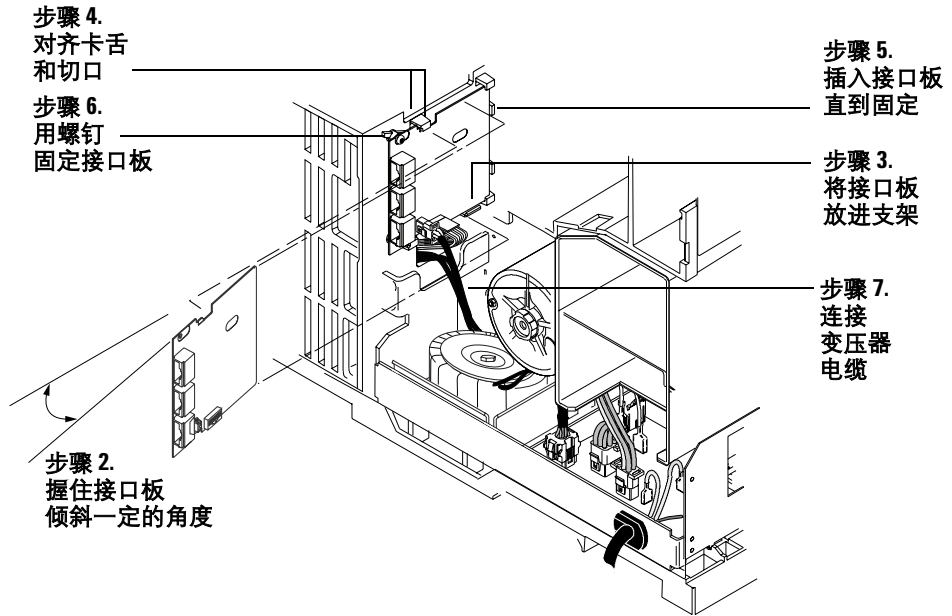
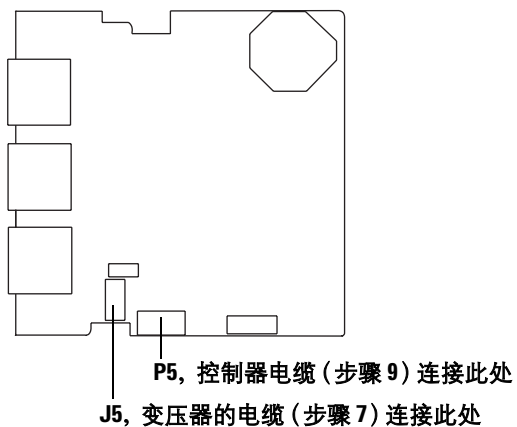
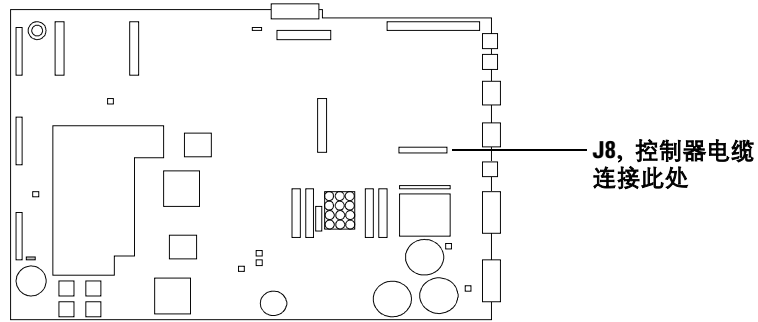

图 30 安装 ALS 接口板
图 31 ALS 接口连接器
图 33 GC 主板
2 应垂直握住接口板，稍微倾斜一定的角度，如图 30 所示。
- 6 使用两颗螺钉将接口板固定在机箱上。锁定卡舌中的接口板不能挤压或弯曲。请参阅图 30。
- 7 找到变压器的双线电缆，将其连接到 J5 处的 ALS 接口板。请参阅图 30 和图 31。
- 9 将控制器 PCB 电缆（部件号为 G2612-60510）连接至 J8 处的主板及 P5 处的 ALS 接口板。使电缆穿过主板上的切口。请参阅图 31 和图 33。